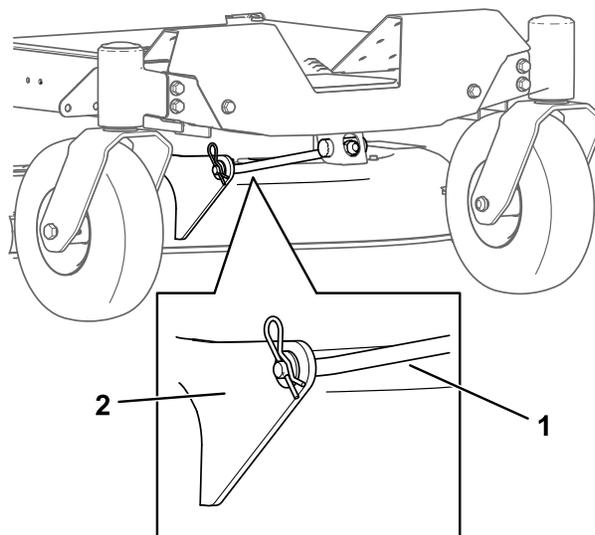

Figura 74
5. Îndepărtați tiftul în formă de agrafă de pe tija de sprijin din față și scoateți tija din suportul pentru punte (Figura 74).
- Fixați tija de sprijin față de puntea mainii de tuns iarba cu tiftul cu cap și gaură și tiftul în formă de agrafă (Figura 74).